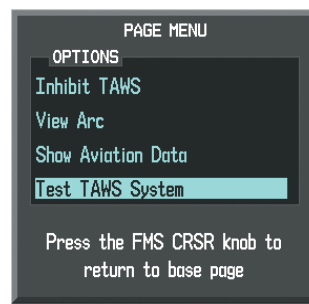

Figure 6-126 TAWS-B Page Menu
- 2) Press the **MENU** Key (Figure 6-126).